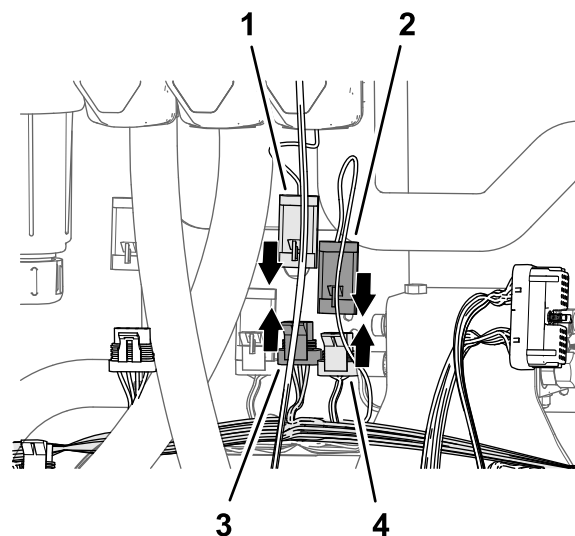

Bild 86
- Stecken Sie den 3-Stift-Stecker des 89-cm-Kitkabelbaumzweigs, der mit MASTER VALVE beschriftet ist, in den 3-Buchsen-Stecker des Maschinenkabelbaums, der mit MASTER SPRAY VALVE beschriftet ist (Bild 86).
- Stecken Sie den 3-Stift-Stecker des Aktuators für das Hauptsprühventil in den 3-Buchsen-Stecker des 89-cm-Kitkabelbaumzweigs, der mit MASTER VALVE beschriftet ist (Bild 86).